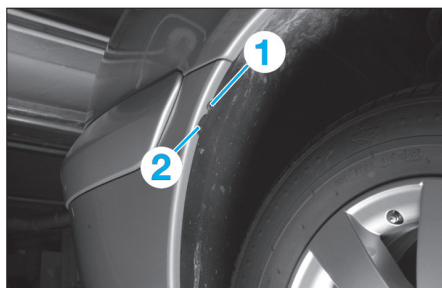

Fig. 16
- De chaque côté, déposer la vis de fixation (1) des pare-boue sur le bouclier et la vis de fixation latérale (2) (Fig.16).